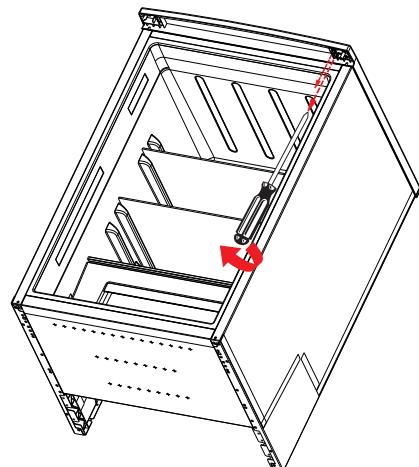

Fig. 11
- ▶ Skru de to skruer for køleskabsdørens øverste hængsel ud med en stjerneskrueotrækker, og fjern hængslet fra køleskabets hus (fig. 11).